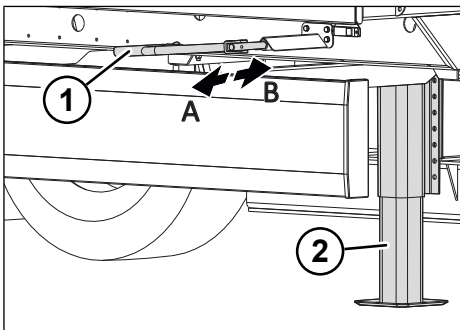

Рис. 5-2: Движение с нагрузкой и быстрый ход домкрата
- ▶ Включите быстрый ход, вытянув кривошипную рукоятку (см. "Рис. 5-2: Движение с нагрузкой и быстрый ход домкрата", стр. 27).
- ▶ Включите движение с нагрузкой, вдавив кривошипную рукоятку (см. "Рис. 5-2: Движение с нагрузкой и быстрый ход домкрата", стр. 27).
- ▶ Установите движение с нагрузкой, вдавив кривошипную рукоятку (см. "Рис. 5-2: Движение с нагрузкой и быстрый ход домкрата", стр. 27).
- ▶ Установите быстрый ход, вытянув кривошипную рукоятку (см. "Рис. 5-2: Движение с нагрузкой и быстрый ход домкрата", стр. 27).